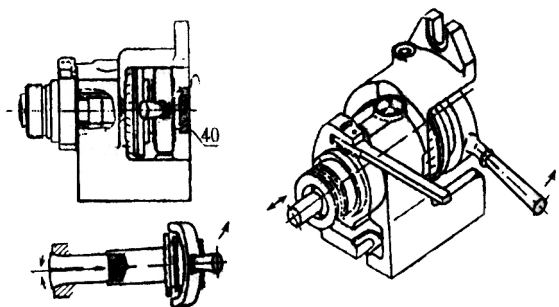

Рис. 1
1. Установка цанги (см. рис. 1)